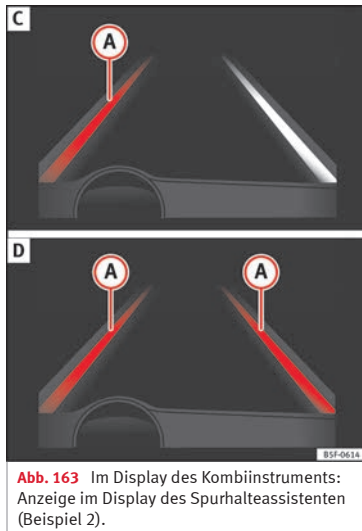

Abb. 163 Im Display des Kombiinstrumenten: Anzeige im Display des Spurhalteassistenten (Beispiel 2).
- System arbeitet; die hervorgehobene Linie (A) zeigt an, dass die Gefahr einer unabsichtlichen Überschreitung der Begrenzungslinie bestand. Das System korrigiert über die Lenkung die Fahrtrichtung » Abb. 163 C.
- Die beiden hervorgehobenen Linien (A) leuchten gleichzeitig auf, wenn beide Begrenzungslinien erkannt sind und die Funktion für zentrale Spurführung » Abb. 163 D eingeschaltet ist.